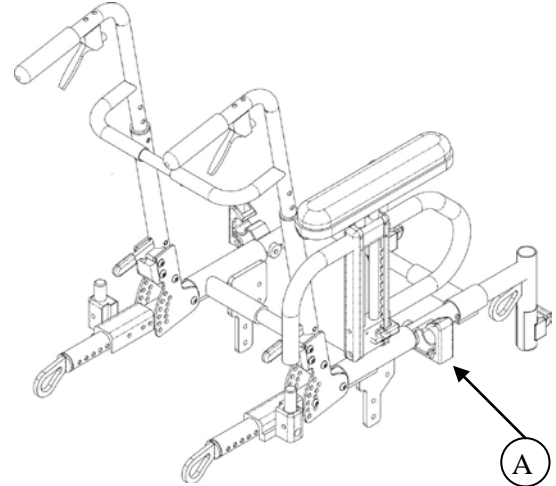

Figure 23 - Enlever un appui-bras
1. Appuyer sur le déclencheur **A** (Figure 23) et soulever simultanément l'appui-bras pour le retirer.